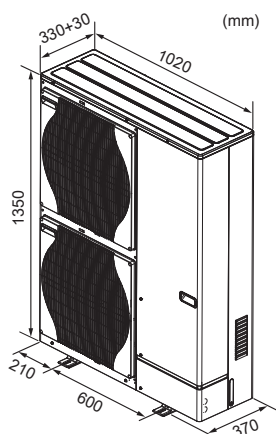

Fig. 2-2
2.2. Rozměry jednotky (venkovní jednotka) (Fig. 2-2)